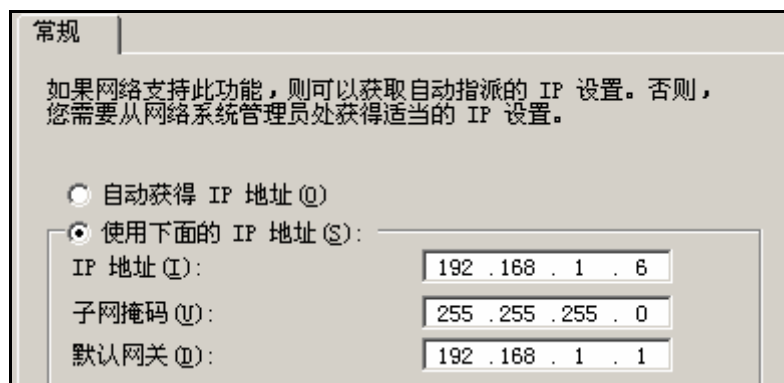

图 4-10 配置本机的 IP 地址
4. 单击操作系统工具栏中本地连接的图标，检查计算机网卡的 IP 地址设置，并确认 IP address：192，168，1，XXX；Subnet mask：255，255，255，0；Default gateway：192，168，1，1，如有不同，修改为上述配置，如图 4-10 所示。